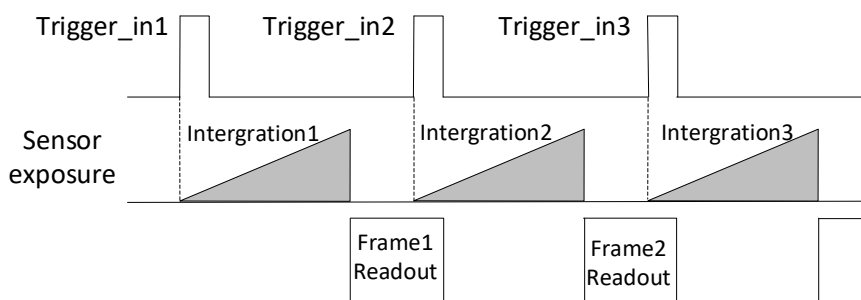

图3-41 第2帧正常处理时序
- 若第2个触发信号第1帧图像的曝光结束时间不早于设备当前第1个触发信号最后1帧的出图时间，则第2个触发信号第1帧图像正常出图，如图3-41所示。